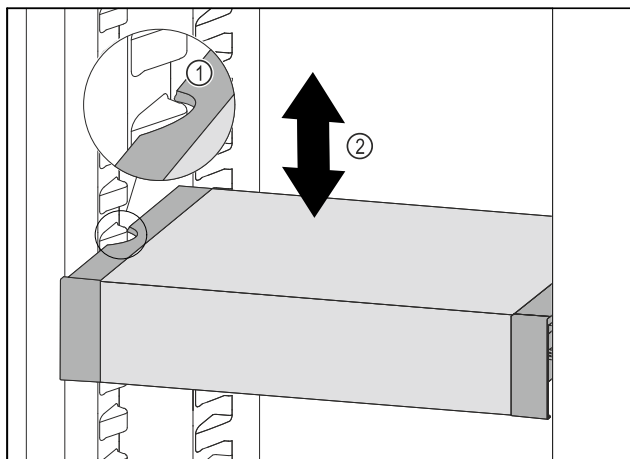

Fig. 113
- ▶ Изтеглете VarioSafe напред, докато страничните прорези на VarioSafe се намират на височината на ребро на съда в хладилната част. Fig. 113 (1)
- ▶ Преместете VarioSafe нагоре или надолу в хладилната част, докато се достигне желаната височина. Fig. 113 (2)